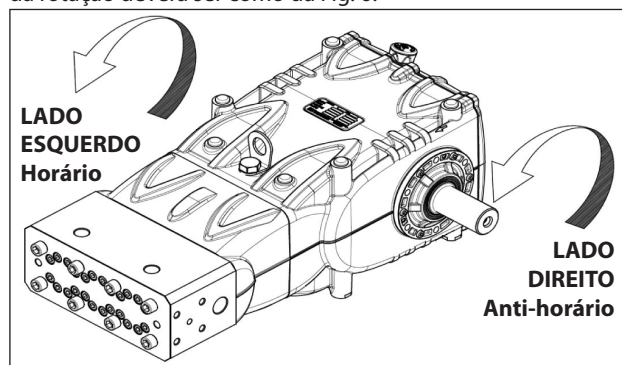

Fig. 6
O sentido da rotação é indicado por uma seta posicionada no carter, próximo ao eixo da tomada de movimento. Posicionando-se na frente do cabeçote da bomba, o sentido da rotação deverá ser como da Fig. 6.
N.B. A versão relacionada da Fig. 6 é direita.